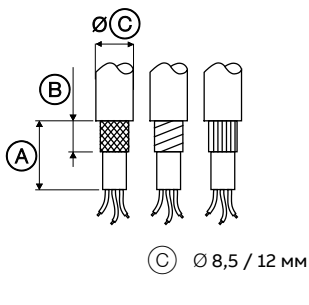

Рисунок 1. Удаление изоляции с соединительного кабеля
2. Изолируйте кабель согласно Рисунок 1.